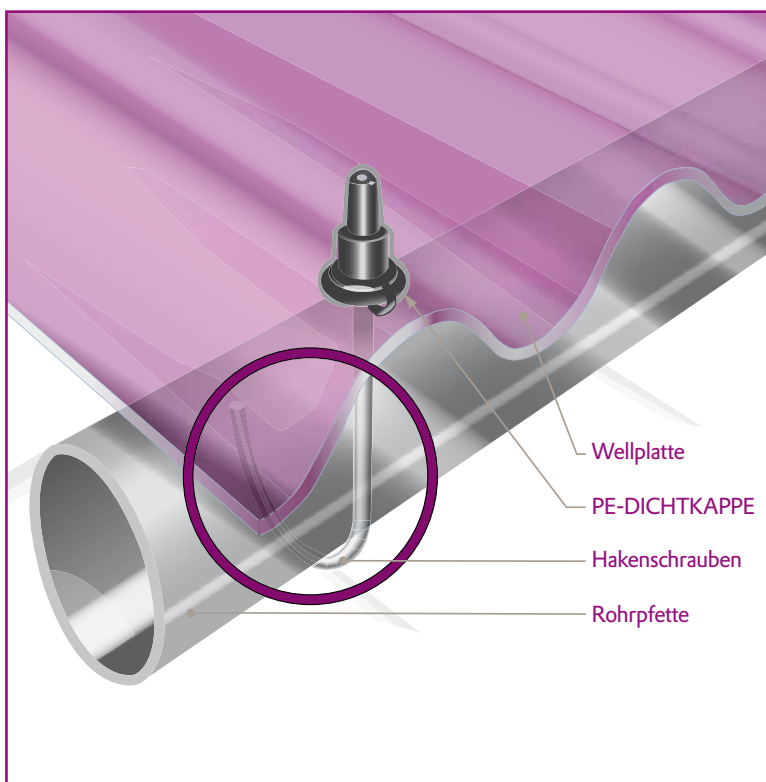

Abb. 7a: Befestigung von Wellplatten PLEXIGLAS® WP mit Hakenschraube und PE-DICHTKAPPE
- die Schraube von der Bohrungskante distanzieren (Abb. 7a + b).